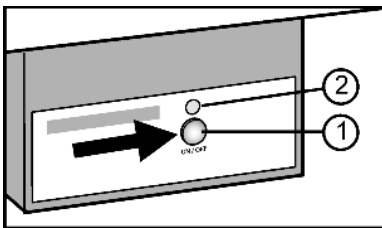

Fig. 34
- ▶ Pulse la tecla On/Off Fig. 34 (1) hasta que el LED Fig. 34 (2) se ilumine.